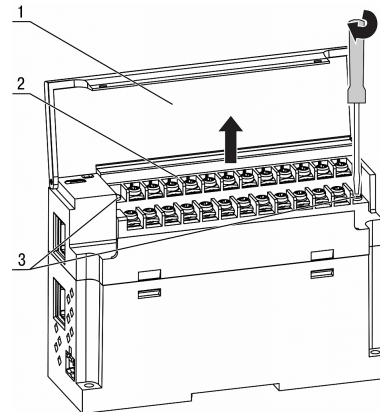
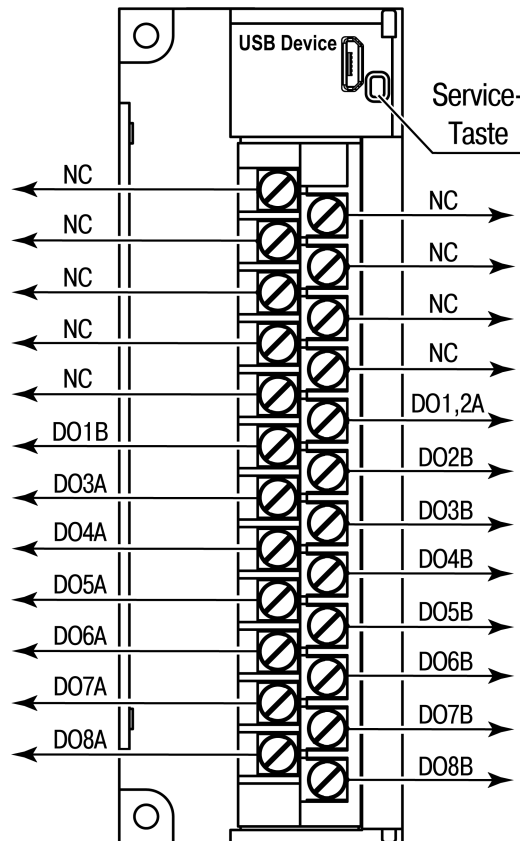
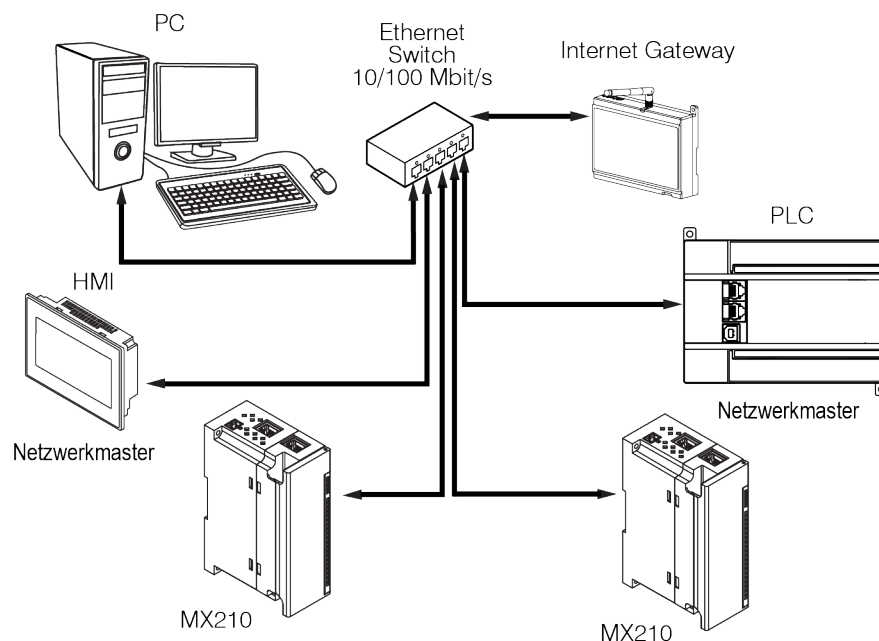

Abb. 5.2 Geräteaustausch
Abb. 5.3 Anschlussbild der Ausgangsklemmen
Abb. 5.5 Sterntopologie
Geräteaustausch (Abb. 5.2):
Stromversorgungsanschlüsse und Ethernet-Schnittstellen befinden sich oben am Gerät (Abb. 2.3). Der Gegenstecker für die Stromversorgung ist im Lieferumfang enthalten. Die Klemmenanordnung ist in Abb. 5.3 und Tabelle 5.1 dargestellt. Die elektrischen Anschlüsse für Ein- und Ausgänge sind in Abb. 5.5...5.7 dargestellt. Der maximale Leiterquerschnitt beträgt 1,0 mm2. Der steckbare Klemmenblock für die Stromversorgung und der abnehmbare Klemmenblock für die E/A-Anschlüsse ermöglichen einen schnellen und einfachen Austausch des Geräts (siehe Abb. 5.2). Wenn die Verkabelung abgeschlossen ist, sollten die Drähte in einer speziellen Aussparung unter der Abdeckung platziert werden, damit benachbarte Geräte nahe beieinander auf der DIN-Schiene platziert werden können.
Die Ethernet-Verbindungen können in einer Stern- oder Daisy-Chain-Topologie hergestellt werden (Abb. 5.5, 5.6).
2. Entfernen Sie die Klemmenblöcke, ohne die angeschlossenen Drähte abzutrennen (Abb. 5.2).